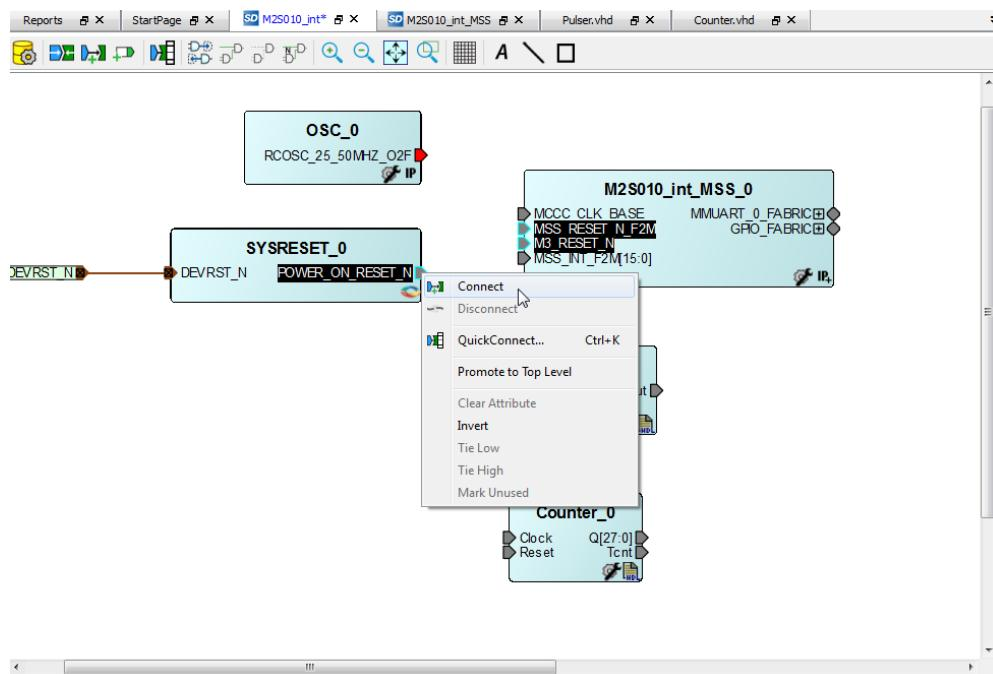

Рис. 25.
- 1) При нажатой клавише **<Ctrl>** левой кнопкой мыши выделить два или более соединяемых общей цепью контактов, щелкнуть правой кнопкой мыши на одном из контактов и в появившемся меню выбрать Connect (рис. 25);